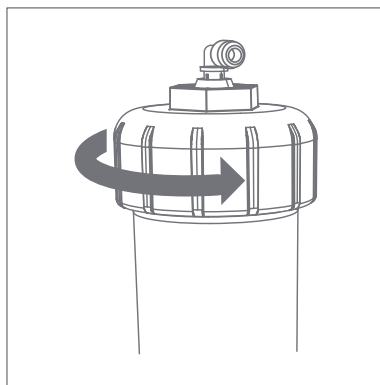
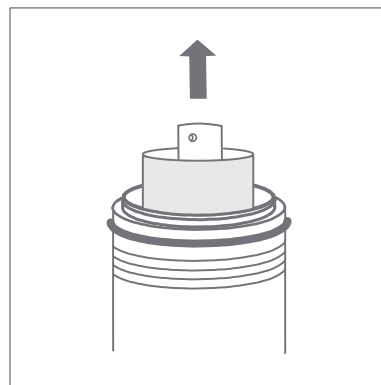

Рис. 17.
Рис. 18.
4. Открутите крышку корпуса мембраны (рис. 17), используя ключ из комплекта поставки, извлеките отработанную мембрану (рис. 18).